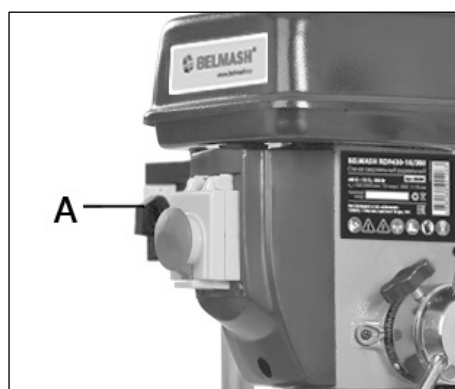

Рисунок 15.
Сначала отключите станок и установите соответствующий режущий инструмент. Затем установите переключатель (А) (рис. 15) в нужное положение. Всего положений три: (L) – вращение против часовой стрелки, (R) – вращение, (O) – положение отключения магнитного пускателя.